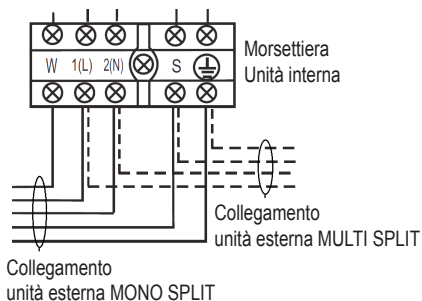

fig. 16 -
3. Stabilire i collegamenti che fanno riferimento ai diagrammi di cablaggio dell'unità ("fig. 16 -")